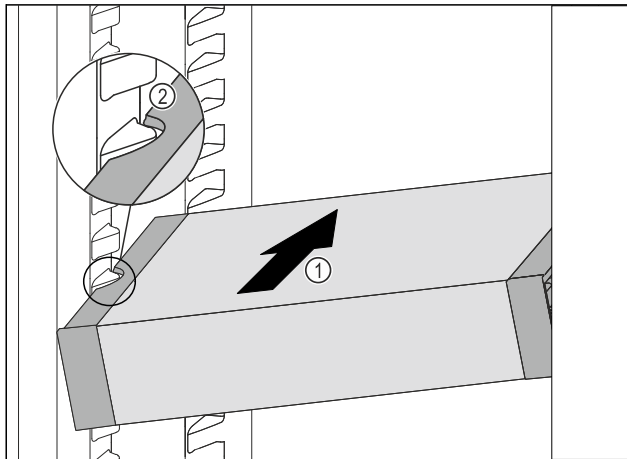

Fig. 167
- VarioSafe schräg in das Kühlteil einschieben Fig. 167 (1), bis sich die seitlichen Aussparungen Fig. 167 (2) des VarioSafes auf Höhe der Behälterrippe im Kühlteil befinden.